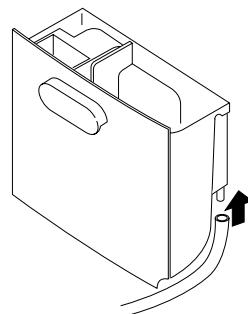

Fig. 2
4. Führen Sie einen Schlauch 10 mm Diameter in den Anschlußstutzen ein (Abb. 2.).